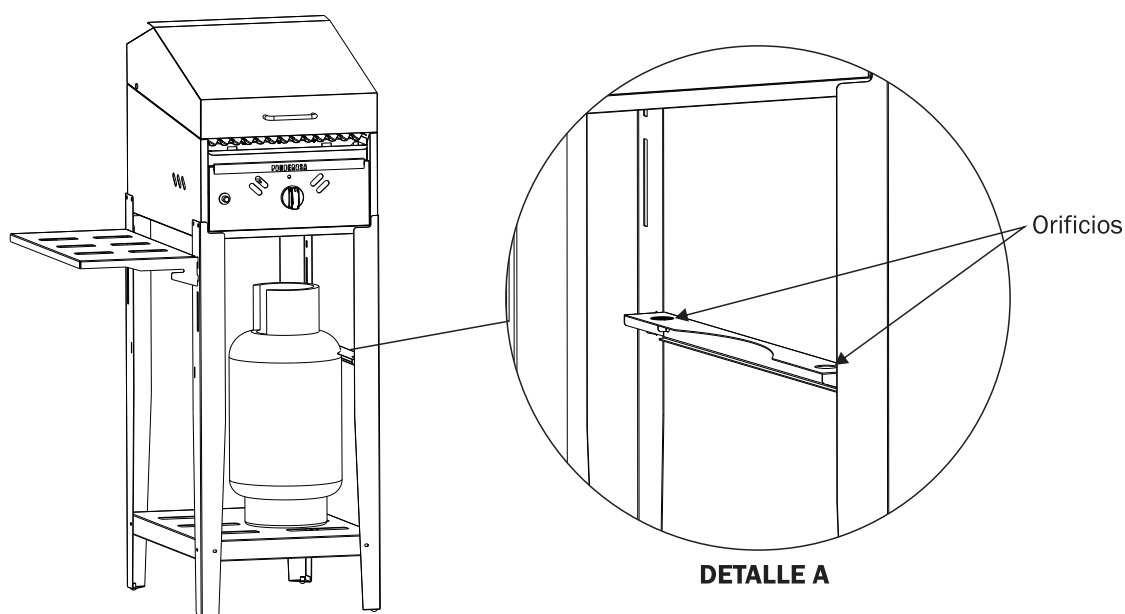

Fig.1
-Coloque la Parrilla sobre una superficie nivelada y conecte la garrafa a la entrada de gas posterior de la parrilla. La conexión debe realizarse mediante un **regulador para gas envasado y una manguera flexible aprobada para gas**, de no más de 1.50 m que se fijará a la entrada de la Parrilla mediante un adaptador de ½" para manguera y su correspondiente abrazadera. Si adquirió el Carro Portaparrilla, una vez armado según las instrucciones, coloque la garrafa de forma vertical sobre la bandeja (Fig.1) y se aconseja fijar la misma por medio de un elemento de sujeción a los orificios del carro (DETALLE A).